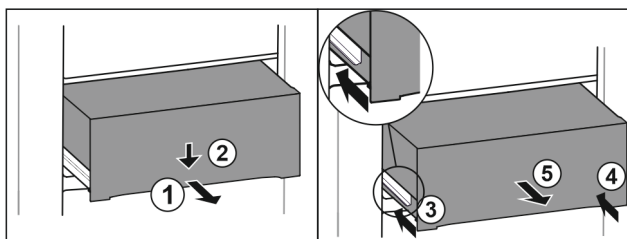

Fig. 154
- ▶ Zásuvku napůl vytáhněte. Fig. 154 (1)
- ▶ Stlačte zásuvku na přední straně dolů. Fig. 154 (2)
- ▶ Zasuňte levou kolejničku přibližně do 2 cm. Fig. 154 (3)
- ▶ Zasuňte pravou kolejničku přibližně do 2 cm. Fig. 154 (4)
- ▶ Vyjměte zásuvku dopředu. Fig. 154 (5)